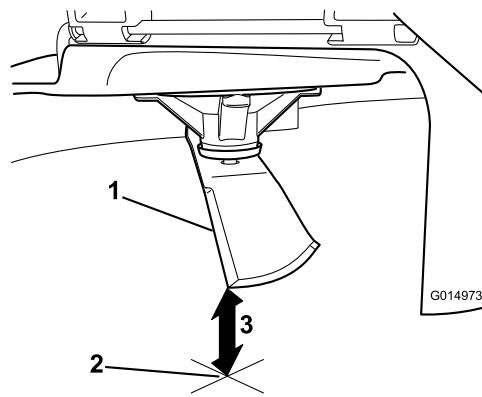

Bild 66
3. Messen Sie von der Messerspitze bis zu ebenen Fläche (**Bild 66**).